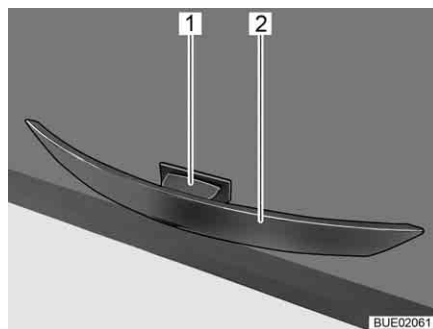

Fig. 78 Maniglia con tasto di sblocco
- Premere e tenere premuto il tasto di sblocco (Fig. 78,1).
- Tirare la maniglia (Fig. 78,2) finché lo sportello del mobile non si apre.